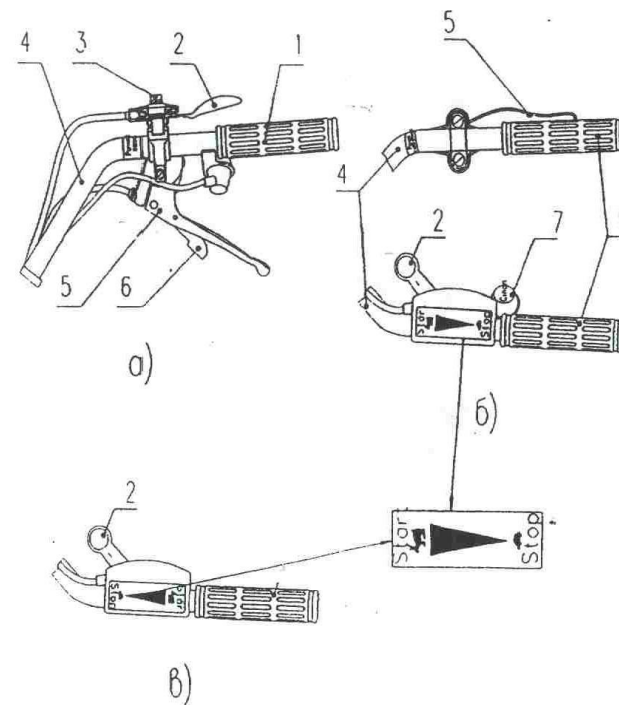

Рис. 3 Органы управления мотоблоком
- включите сцепление, т.е. рычаг сцепления 5 рис.3, прижмите к рукоятке;